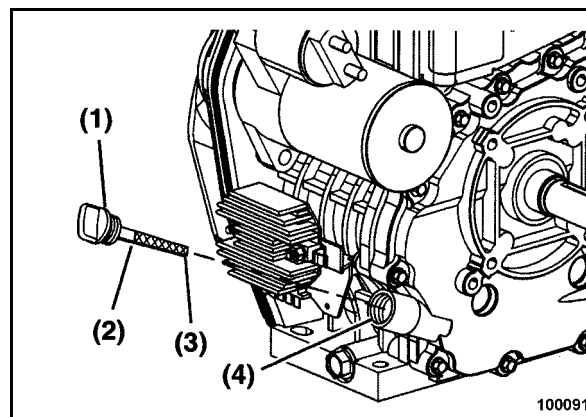

рис. 47
- Вывинтить указатель уровня масла (1) (рис. 47), вытереть его безволокнистой, чистой тряпкой и ввинтить обратно.